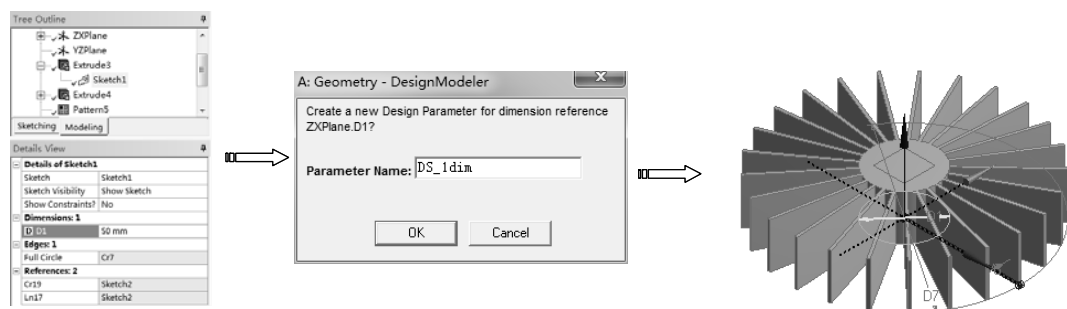

图 12-62 设置优化参数 1
4) 在设计树中选择草图 Sketch1, 在详细设置窗口中单击 D1 前的方框, 使其显示 P 符号, 表示该参数作为优化输入参数, 系统弹出参数名称设置对话框, 输入 DS_1dim, 单击【OK】按钮完成, 如图 12-62 所示。